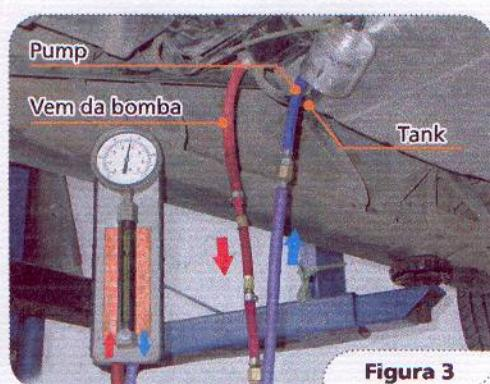

Figura 3
- Instalar o manômetro em série com a mangueira de saída de combustível do tanque. Essa mangueira é a que vai ligada ao tubo do filtro de combustível onde está grafada a indicação **PUMP** (figura 3).